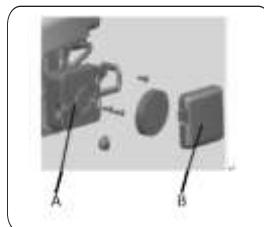

Рис. 18
**ОБСЛУЖИВАНИЕ ВОЗДУШНОГО ФИЛЬТРА (Рис. 18).**